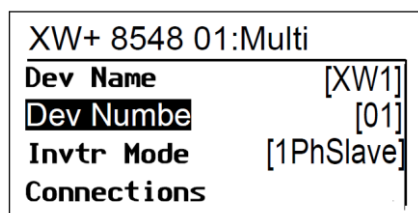

Рис. 3-9. Установка номера устройства
2. В меню Multi-Unit Config выберите пункт Dev Number (номер устройства). См. рис. 3-9.